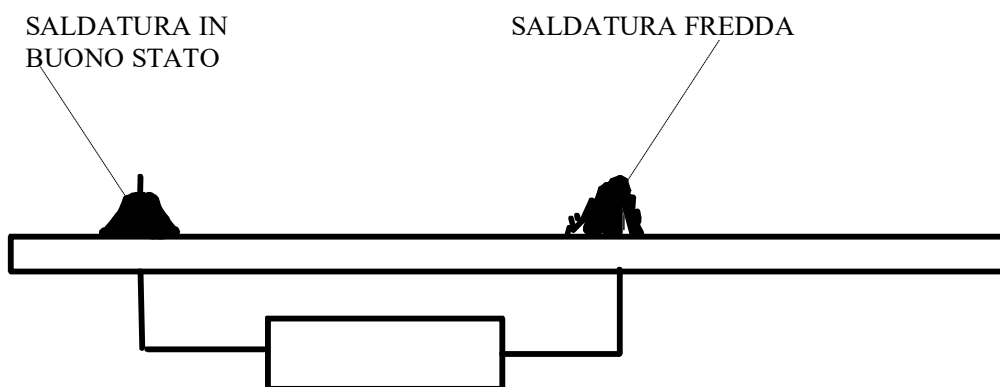

**FIGURA 4**
- Sulle schede elettroniche quasi sempre è presente un fusibile (figura 4) (indicato con F1 nella nostra scheda campione di figura1), di cui è bene verificare l'integrità. Di solito se ne verifica la funzionalità osservandolo in controluce, se il filamento è rotto il fusibile è da sostituire; tuttavia possono capitare casi in cui la rottura non appare dall'esame visivo, quindi per essere sicuri è meglio testare il componente con un ohmmetro o meglio ancora